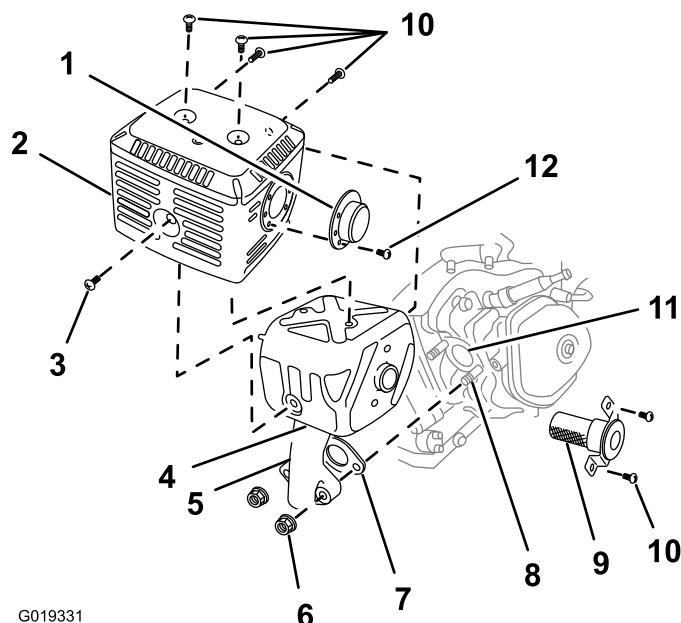

Figure 47
2. Retirez les 2 écrous (8 mm) et déposez le silencieux du cylindre (Figure 47).
3. Retirez les 3 vis (4 mm) du déflecteur d'échappement et déposez le déflecteur (Figure 47).
4. Retirez les vis (5 mm et 6 mm) du protecteur du silencieux, et déposez le protecteur (Figure 47).
5. Retirez les vis (4 mm) du pare-étincelles et déposez celui-ci du silencieux (Figure 47).